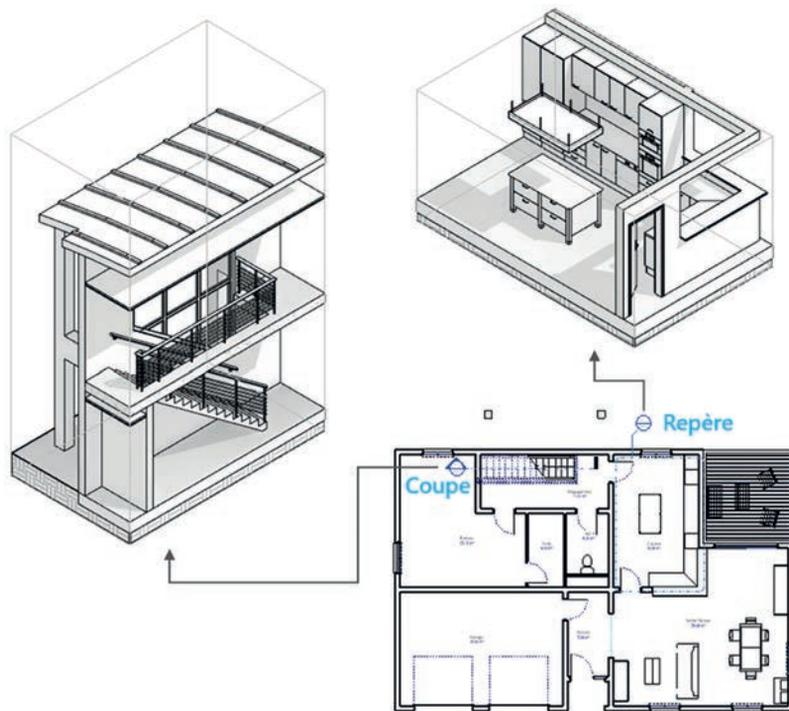

Fig. 1.6
- *Sélectionner une vue d'orientation* : cette fonctionnalité permet de créer une vue 3D selon l'orientation d'une vue sélectionnée. Ce peut être intéressant sur les vues en coupe, les repères et même les plans d'étage. C'est la Zone de coupe (propriété d'occurrence de la vue) qui est mise en œuvre ; pour les vues créées depuis une vue en plan, c'est le haut de la plage principale (Plage de la vue) qui définit la hauteur de la Zone de coupe (fig. 1.6).